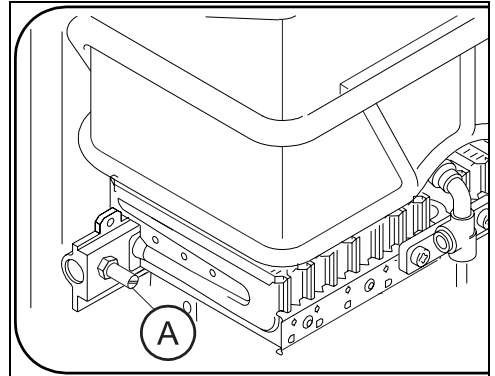

Bild 2 Mess-Stutzen
- ▶ Düsen ersetzen (→ Bild 2, pos. 1). Die beiden Hälften des Hauptbrenners wieder zusammenbauen.
- ▶ Verbindungsstück von der Gasarmatur abschrauben und Gasventil (→ Bild 2, pos. 6) wechseln.
- ▶ Dichtung (→ Bild 2, pos. 5) und Drosselgehäuse (→ Bild 2, pos. 4) tauschen und Gasarmatur zusammenbauen.
- ▶ Drosselscheibe entfernen und Dichtscheibe (→ Bild 2, pos. 3) einbauen.
- ▶ Zünddüse (→ Bild 2, pos. 2) wechseln.
- ▶ Gaszufuehrungsrohr wechseln (→ Bild 2, pos. 7).
- ▶ Dichtschraube lösen (→ Bild 2).